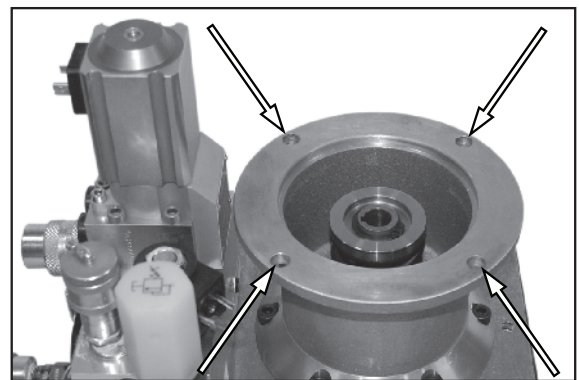

Abbildung 70.
6. Siehe Abbildung 70. Die Ausrichtung der Motorhalterungsbohrungen ist sehr wichtig. Positionieren Sie die Halterung so, dass die Bohrungen wie gezeigt liegen. Motorhalterungsschrauben installieren.